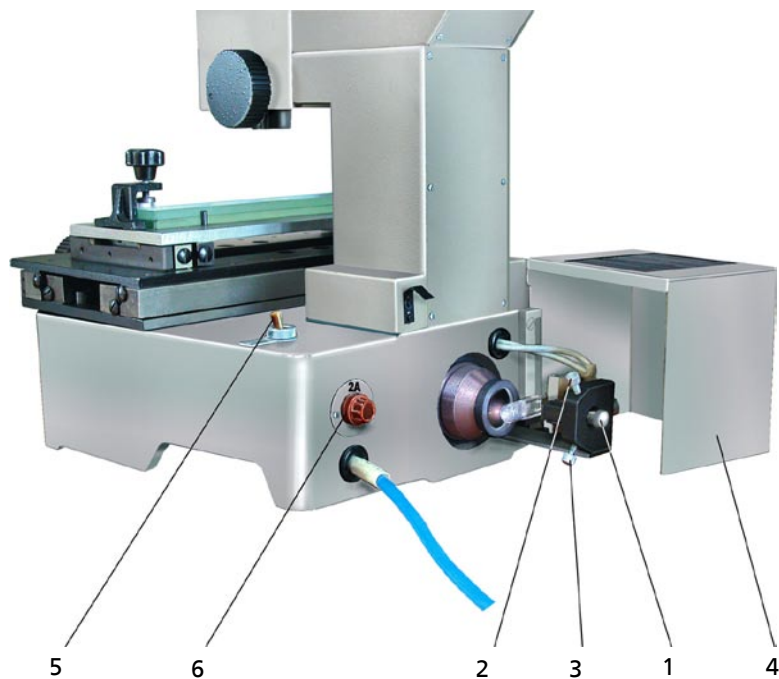

Рисунок 3 – Вид патрона с лампой
Внутри основания расположены осветитель, плата ЭРЭ и трансформатор. На задней наружной стенке основания расположен патрон с лампой, закрытый кожухом 4 (рисунок 3).
Вставка плавкая находится внутри поз. 6 (рисунок 3).
Вставить вилку шнура расположенного сзади прибора в сеть. Включить тумблер 5 (рисунок 3).
- открыть крышку осветителя 4 (рисунок 3);
- добиться резкого изображения нити лампы маховичком 1 (рисунок 3) и заполнения нитью всего экрана маховичками 2 и 3 (рисунок 3).